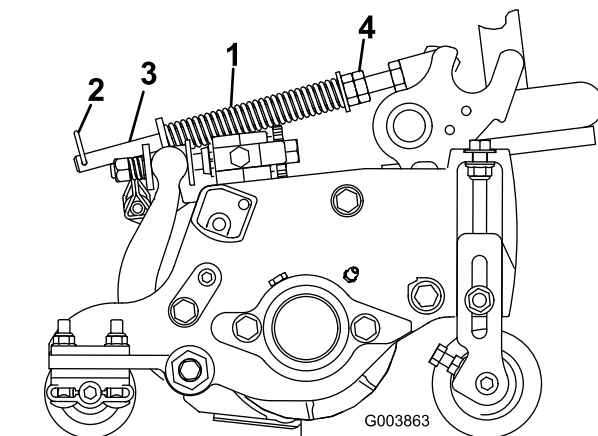

図 21
ターフ補正スプリング(図 21)は、Cuttingユニットの前から後ろへの「体重移動」を行う働きがあります。これにより、マーセリングやボビングと呼ばれる「波打ったような」仕上がりを防いでいます。
- 1. スプリングロッドの後穴にヘアピンコッターを忘れずに取り付けてください(図 21)。
- 2. スプリングロッド前部の六角ナットを締めて、スプリング圧縮状態の長さが159 mmになるようにする(図 21)を参照。